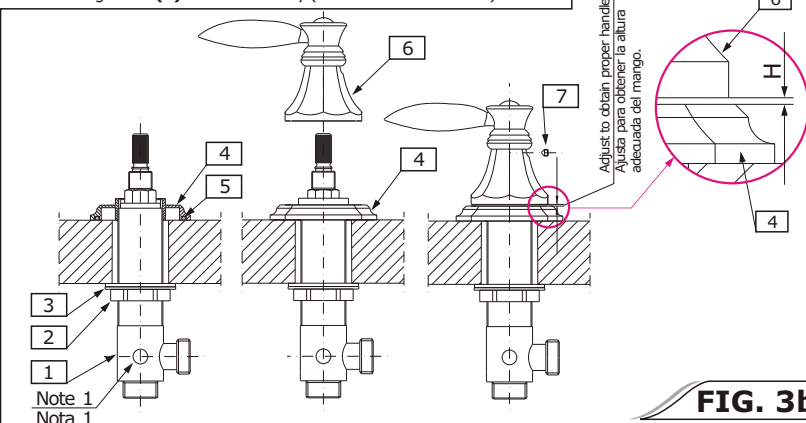

FIG. 3b
- ➔ Thread flanged nut (2) all the way down on the valve (1).
- ➔ Put in washer (3) on the valve (1) until it comes to rest on flanged nut (2).
- ➔ Insert the valve (1) up through the hole in the deck. Thread onto the valve the handle base (4).
- ➔ Make sure that the o-ring (5) is correctly positioned in the groove in the bottom of the base (4).
- ➔ Then place the handle (6) on the splines of the valve head, check that the distance 'H' is sufficient to allow elements (4) and (6) to fit properly; if not, remove handle (6), and adjust the distance 'H' with the flange nut (2) and handle base (4). Put the handle base (4) in the position shown on the fig. 3b; the desired aesthetic effect will be achieved then.
- ➔ Baja la tuerca (2) hasta la válvula (1).
- ➔ Pon la arandela (3) sobre la válvula (1) hasta que se apoye sobre la tuerca (2).
- ➔ Mete la válvula (1) a través del agujero. Mete la base del mango (4) sobre la válvula.
- ➔ Asegúrate de que el anillo (5) está correctamente colocado en la ranura en el fondo de la base (4).
- ➔ Entonces coloca el mango (6) sobre los salientes de la cabeza de la válvula, controla si la distancia 'H' es suficiente para que los elementos (4) i (6) estén bien unidos; si la distancia es inadecuada, quita el mango (6) y ajusta la distancia 'H' con la tuerca (2) y la base del mango (4). Coloca la base del mango (4) en la posición indicada en la fig. 3b; así alcanzamos el efecto estético deseado.